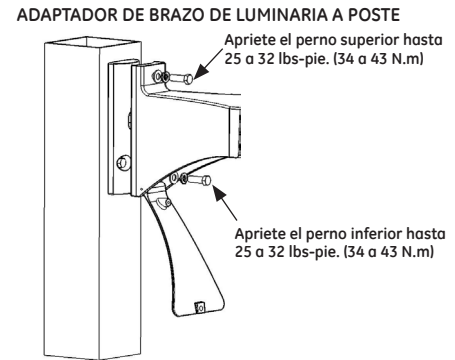

FIGURA 7
- En la ubicación superior, instale el perno de 3/8-16 a través de la arandela de seguridad, la arandela y el brazo de montaje, según se muestra. (Vea la Figura 7)
- Abra la Puerta del Brazo e instale el perno de 3/8 dentro del orificio roscado del bloque adaptador. (Vea la Figura 7)